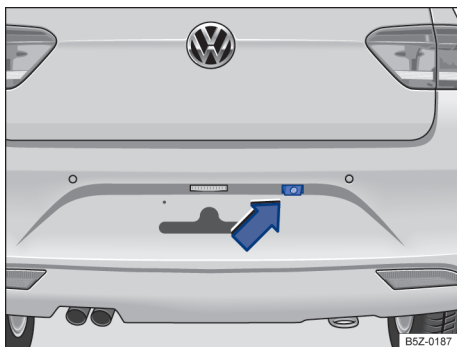

Fig. 98 No para-choque traseiro: local de instalação do assistente de condução em marcha a ré.
- ✓ Uma imagem confiável e clara, por exemplo, condições de visibilidade boas e uma lente limpa → Fig. 98.
A câmera de marcha a ré → Fig. 98 (seta) somente fornece imagens bidimensionais. As reentrâncias, bem como os objetos salientes no solo ou as peças salientes de outros veículos, são difíceis de serem reconhecidas ou não podem ser reconhecidas devido à ausência de profundidade no display.
Manter a lente da câmera → Fig. 98 limpa, sem neve e sem gelo: